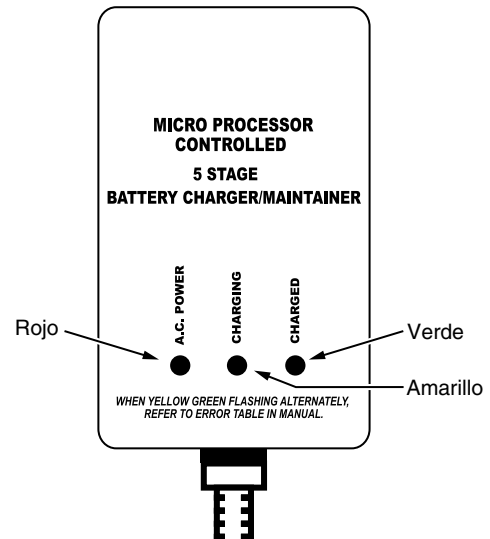

Figura 10 – Tablero DEL FG100-A1
4. Con el cargador debidamente conectado y enchufado, el tablero en la parte delantera del cargador indicará uno de los estados ilustrados en la Figura 10.